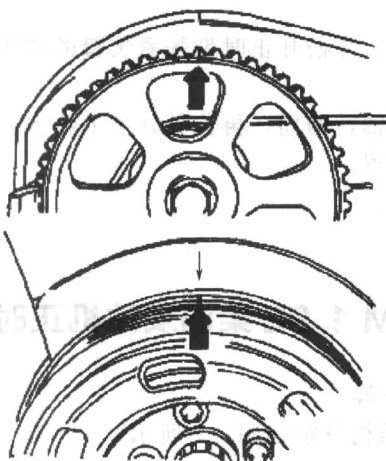
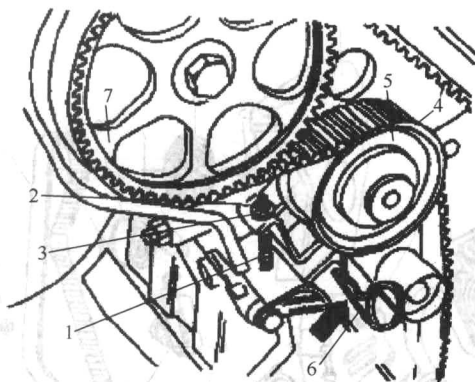

图 1-5 发动机 TDC 位置对准标记
图 1-6 AHP 发动机正时带单元安装
(2) 发动机正时带单元的拆卸步骤
- ① 拆下空气滤清器。
- ② 拆下多楔带和张紧装置。
- ③ 拆下正时带上护罩。转动曲轴上正时带轮中央螺栓，将曲轴按发动机旋转方向转到一缸上止点位置，如图 1-5 所示。
④ 拆下带轮及正时带中、下护罩。标明正时带的旋转方向。
⑤ 把螺纹杆 (M5×55) 牢固拧到张紧装置上, 将带大垫圈的六角螺母拧到螺纹杆上, 如图 1-6 所示。
⑥ 拧紧正时带张紧装置的高压活塞, 直到它可以用安全销固定为止, 安全销形式如图 1-6 箭头所示。
⑦ 取下正时带。
- ① 将凸轮轴带轮上的标记与气缸盖上的标记对准，如图 1-5 所示。
- ② 将正时带装到曲轴正时带轮上（注意旋转方向）。
- ③ 安装正时带上护罩，拧紧力矩为 $10\text{N} \cdot \text{m}$ 。
- ④ 安装带轮（注意定位）。
- ⑤ 将带轮上的标记与正时带上护罩上的标记对准。
- ⑥ 装上正时带。
- ⑦ 按箭头所示拔出安全销，并松开正时带张紧装置的高压活塞，拧下螺纹杆，如图 1-6 所示。
- ⑧ 按发动机旋转方向将曲轴转两周，再让其处于上止点，并检查点火正时。
- ⑨ 安装正时带中、上保护罩。
- ⑩ 安装多楔带和张紧装置。
- ⑪ 安装空气滤清器。